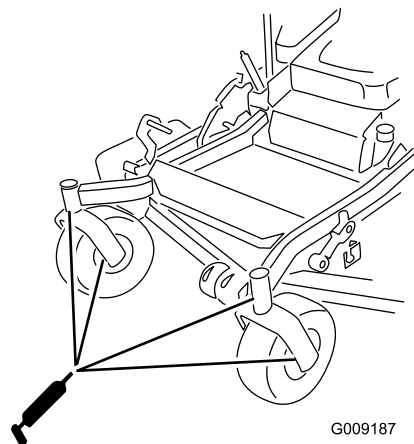

Bild 42
15. Drehen Sie die Sechskantschraube und Staubkappe wieder ein (Bild 42).